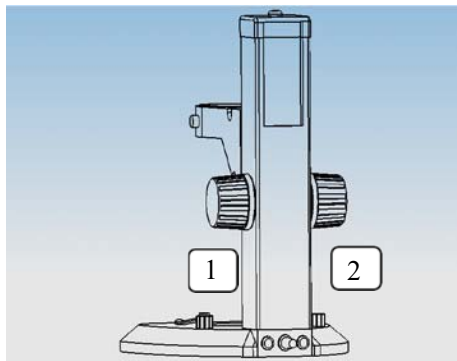

Fig.10
Gire los mandos de luz ajustables ① ② según los signos marcados en la base. Si lo gira en el sentido de las agujas del reloj se añadirá más brillo y para que esté más oscuro, deberá girarlo en sentido horario. (Fig.10)